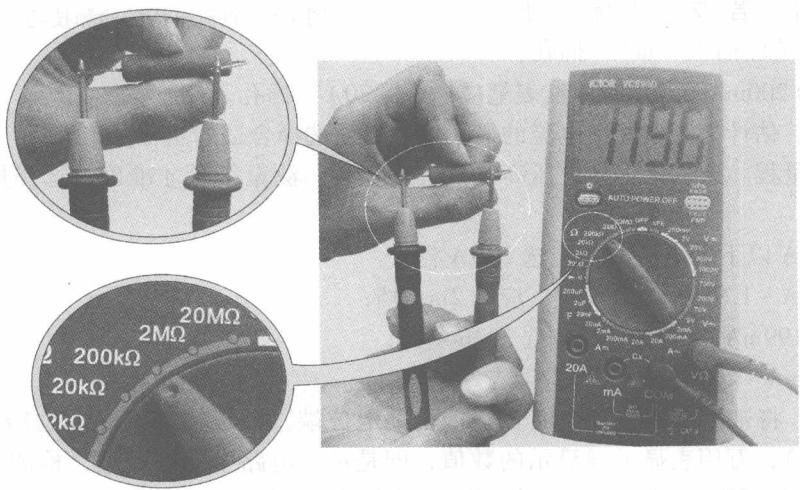

图 1-4 电阻的检测技巧
④ 测量。将黑、红表笔分别接在被测电阻两端(不分极性)，此时显示屏上即可显示被测电阻的阻值，如档位为 2k，测量方法如图 1-4 所示，此时显示屏显示 119.6，表明被测电阻阻值为  $119.6 k\Omega$ 。注意：若显示屏显示“1”，表明断路(即电阻为无穷大)；若显示屏显示“0.00”，表明短路(即电阻为零)。